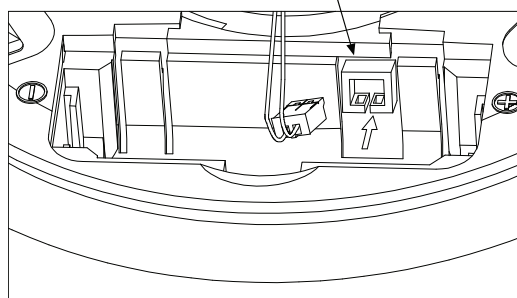

Figure 3b. Branchement d'une pile CR17450
- B. Remplacez la pile (cf. figure 3a ou figure 3b selon la pile utilisée).